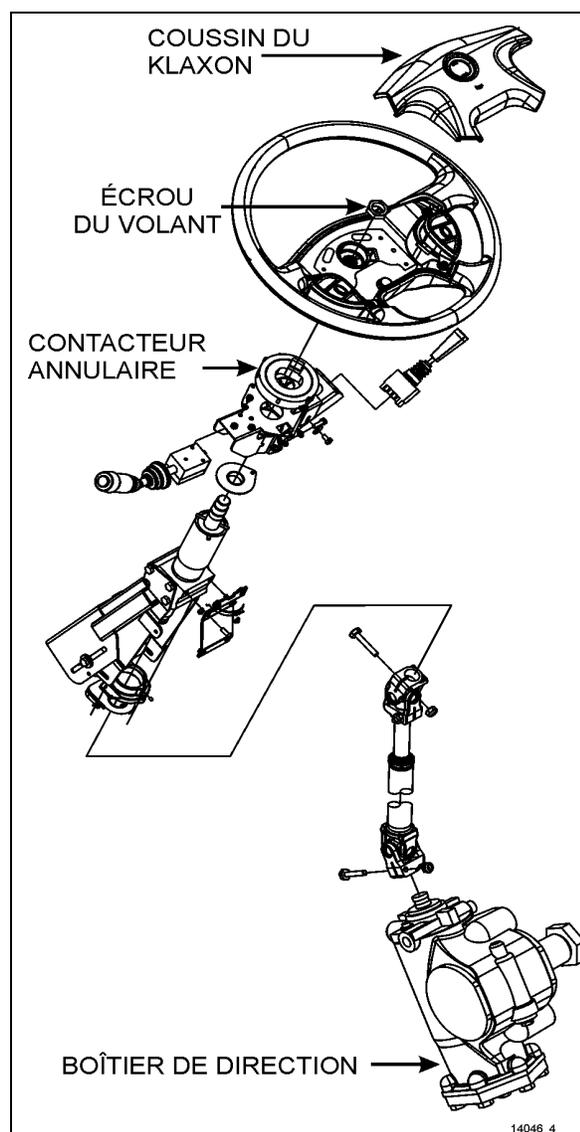
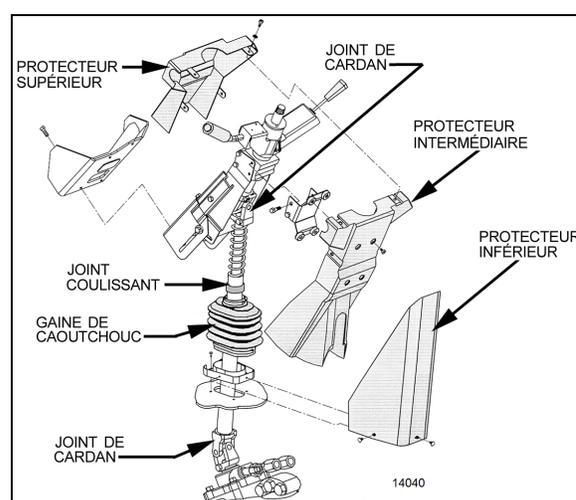

FIGURE 45 : COLONNE DE DIRECTION
FIGURE 46 : COUVERCLES DE COLONNE DE DIRECTION
Pour démonter la colonne de direction du véhicule, se reporter à Figure 45 & à la Figure 46. La colonne de direction ne possède pas de points de graissage. Le joint de cardan de la colonne de direction intérieure est aisément accessible à travers le compartiment de service avant. Le joint de cardan de colonne de direction supérieure et le joint coulissant de la colonne sont accessibles depuis la zone avant de conducteur. Pour accéder à ces joints, procéder comme suit :
1. Depuis la zone avant du conducteur, enlever les trois fixations de plastique du couvercle inférieur de colonne de direction. Enlever le couvercle inférieur (Figure 46).